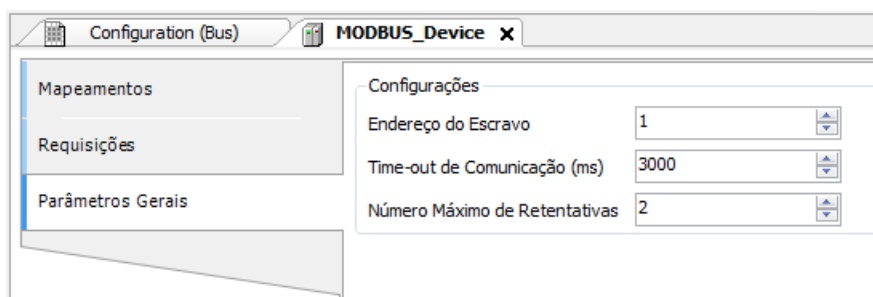

Figura 62: Tela de Configurações dos Parâmetros Gerais do Dispositivo
- Adicionar e configurar dispositivos através da aba Parâmetros Gerais, definindo endereço do escravo, time-out de comunicação e número de tentativas de comunicação como pode ser visto na Figura 62.